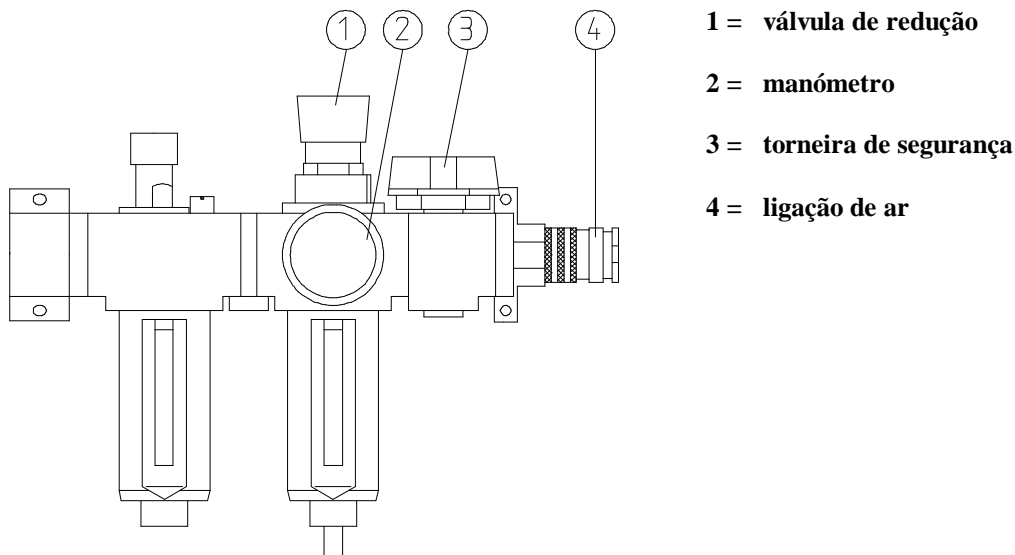

figura 5
- Na SO-30ex deve ligar o tubo de ar comprimido à ligação de ar da máquina (ver figura 5, número 4). Rode a torneira de segurança (número 3) até estar alinhada com a corrente de ar. A pressão pode ser ajustada para 6.2 bar através da válvula de redução (número 1). A pressão seleccionada pode ser lida no manómetro (número 2).